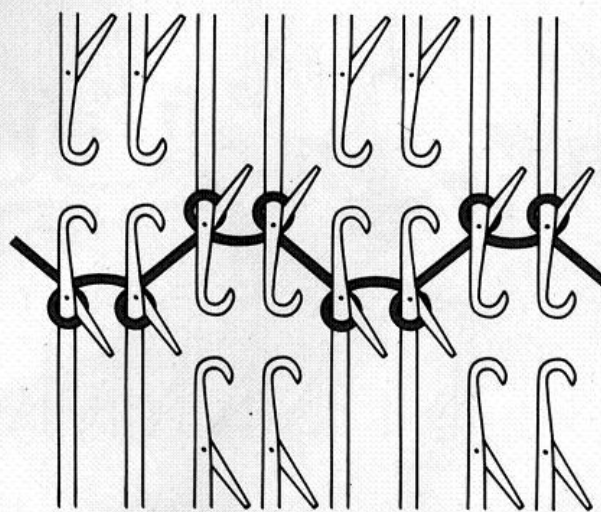

Fig 56 A
- Enrouler la laine autour des aiguilles, dans le sens des aiguilles d'une montre pour les mailles de la fonture avant et dans le sens contraire pour les mailles de la fonture arrière, en positionnant les aiguilles augmentées **la maille passée derrière** le clapet (fig. 56 A).